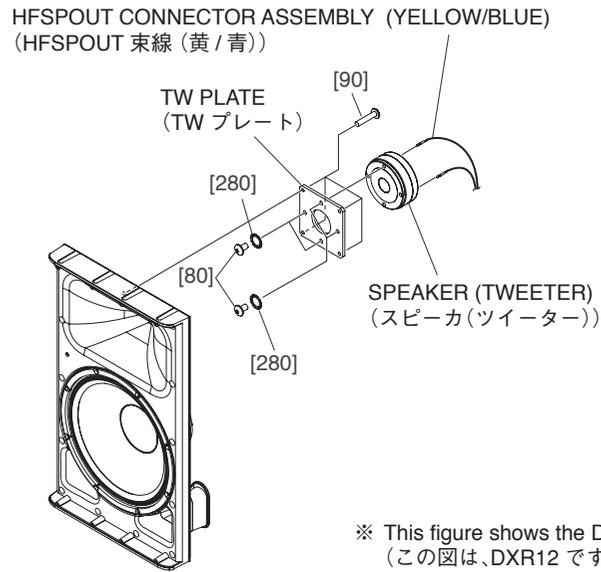

Fig. B-7 (図B-7)
- B-4-3 Remove the HFSPOUT connector assembly (yellow/blue) attached to the speaker (tweeter) terminal. (Fig. B-7, Fig. B-8)
- B-4-4 Remove the four (4) screws marked [90]. The TW plate can then be removed together with the speaker (tweeter). (Fig. B-7, Fig. B-8)
- B-4-5 Remove the four (4) screws marked [80] and four (4) toothed lock washers marked [280]. The speaker (tweeter) can then be removed from the TW plate. (Fig. B-7)
- B-4-3 スピーカ (ツイーター) 端子に取り付けられている HFSPOUT 束線 (黄/青) を外します。(図 B-7、図 B-8)
- B-4-4 [90] のネジ 4 本を外して、スピーカ (ツイーター) と共に TW プレートを外します。(図 B-7、図 B-8)
- B-4-5 [80] のネジ 4 本と [280] の歯付座金外歯 4 個を外して、TW プレートからスピーカ (ツイーター) を外します。(図 B-7)